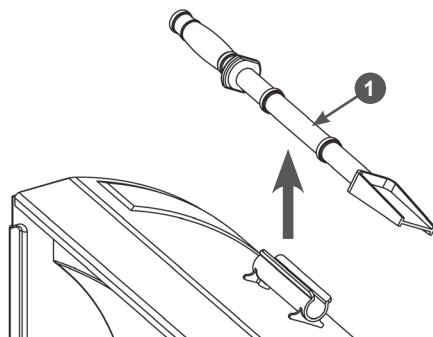

Рис. 33. Расположение лопатки для очистки
3. Для очистки всегда используйте специальную лопатку, а не руки. Лопатка 1 прикреплена к верхней части кожуха шнеков (Рис. 33).